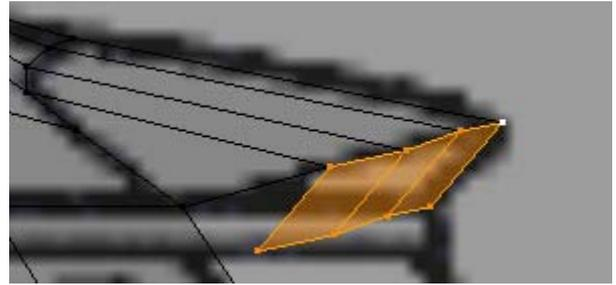

Figura 4.73
1. Seleccione os vértices do contorno traseiro do tejadilho, **[Alt]+[RMB]** sobre uma aresta, e, na janela Right Ortho, faça uma extrusão, **[E]**, figura 4.73.